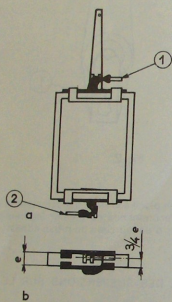

Fig. 3
- d) Souder la suspension à l'endroit étamé sur la lame ressort du côté du pouce (fig. 3).
L'ensemble étant posé à plat sur une table ; si l'aiguille tombe vers la gauche, dévisser la vis (rep. 1, fig. 3), visser la vis (rep. 2, fig. 3).
Si l'aiguille tombe vers la droite, visser la vis (rep. 1, fig. 3), dévisser la vis (rep. 2, fig. 3).
Placer la gorge de la vis (rep. 1, fig. 3 a) dans l'axe du cadre. L'axe de la vis sera placé aux 3/4 de l'épaisseur du cadre (fig. 3 b).